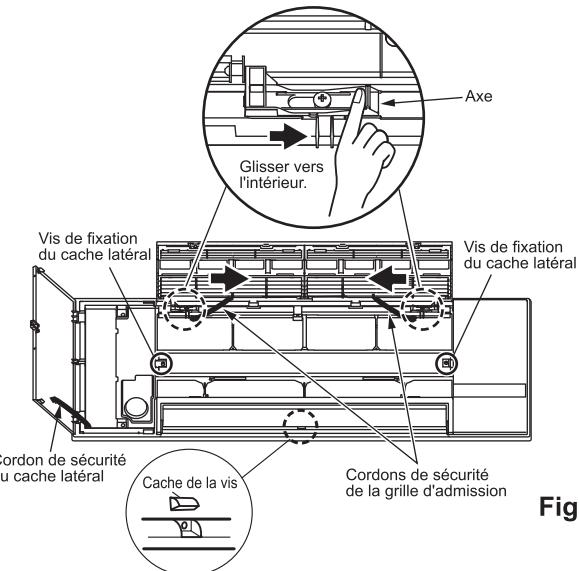

Fig. 3
- Deslice los 2 ejes hacia el interior y retire la rejilla de entrada de los ejes. (Fig. 3)
- Retire los cordones de seguridad de la rejilla de entrada y retírela. (Fig. 3)
- Abra las cubiertas laterales I/D y retire los cordones de seguridad de la rejilla; a continuación, retire las cubiertas laterales. (Fig. 3)
- Retire la cubierta del tornillo en el centro de la rejilla. (Fig. 3)
- Glissez les 2 axes vers l'intérieur et retirez la grille d'admission des axes. (Fig. 3)
- Retirez les cordons de sécurité de la grille et retirez la grille d'admission. (Fig. 3)
- Ouvrez les caches latéraux G/D et retirez les cordons de sécurité de la grille, puis retirez les caches latéraux. (Fig. 3)
- Retirez le cache de la vis située au centre de la grille. (Fig. 3)